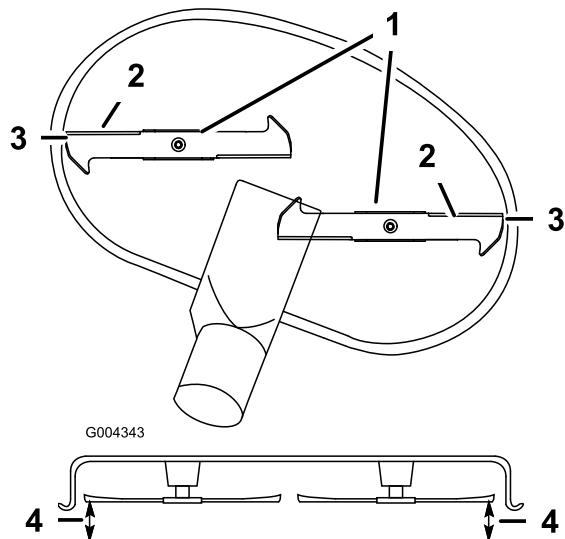

Figure 51
- Tournez prudemment les lames pour qu'elles soient parallèles dans le sens transversal (Figure 51). Mesurez la distance entre les tranchants extérieurs et le sol plat (Figure 51).